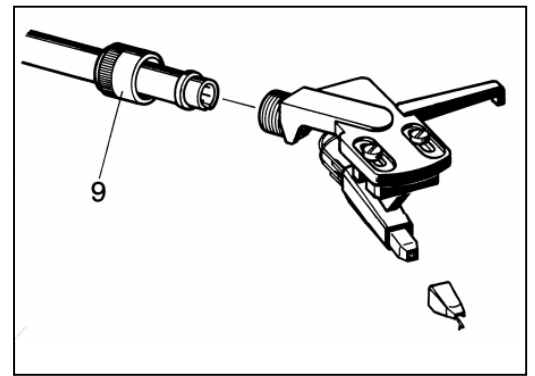

Fig. 7
Anstelle eines eingebauten Tonabnehmers kann ein anderer 1/2 Zoll-Tonabnehmer mit einem Eigengewicht von 3 - 10 g eingebaut werden. Lösen Sie dazu die konische Mutter (9) hinter dem Systemträger. Ziehen Sie nun den Systemträger nach vorne ab (Fig. 7). Entfernen Sie die beiden Befestigungsschrauben und ziehen die Anschlussleitungen am System vorsichtig mit einer Pinzette ab. Das neue System zuerst nur leicht anschrauben und die Anschlussleitungen wieder auf die Anschlussstifte stecken, dabei die Farbkodierung beachten:
Um Schellack-Platten (78er) optimal abspielen zu können, muss der Abtastdiamant gegen einen schellacktauglichen Diamanten ausgetauscht werden (Fig. 7). Wenden Sie sich dazu an Ihren Fachhändler.